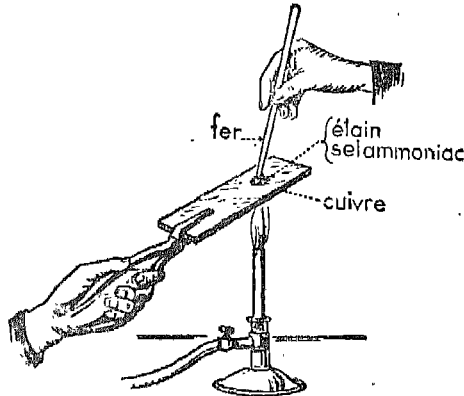

Fig. 3. — La lame de cuivre s'étame, c'est-à-dire se recouvre d'une couche d'étain très mince et très adhérente.
Décapez la surface d'une lame de cuivre en la grattant ou en la limant. Puis chauffez-la. Conserve-t-elle sa couleur rouge ? Mettez sur la lame chauffée une pincée de sel ammoniac en poudre. Observez et décrivez. Complétez l'expérience comme l'indique la figure 3.
2. Ajoutons une pincée de *sel ammoniac* : le poudre et, avec une baguette en fer ou en cuivre, étalons à la fois le sel et l'étain liquide (fig. 3) :